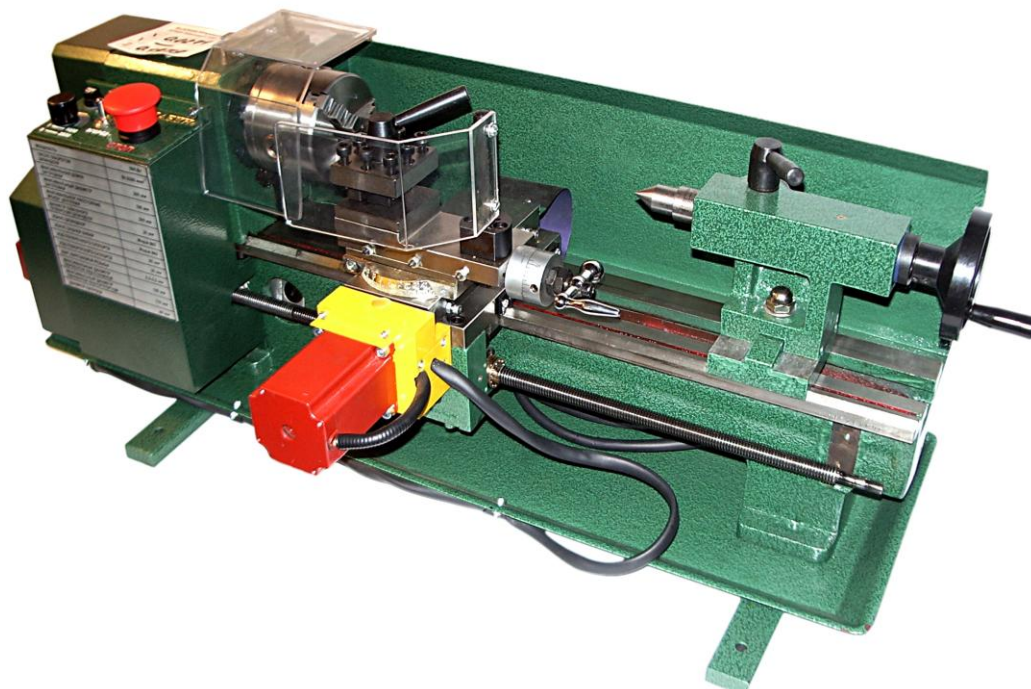

Рис. 22. Передняя часть станка со снятым защитным кожухом.
2. Снять защитный кожух ходового винта (**Рис. 22**).